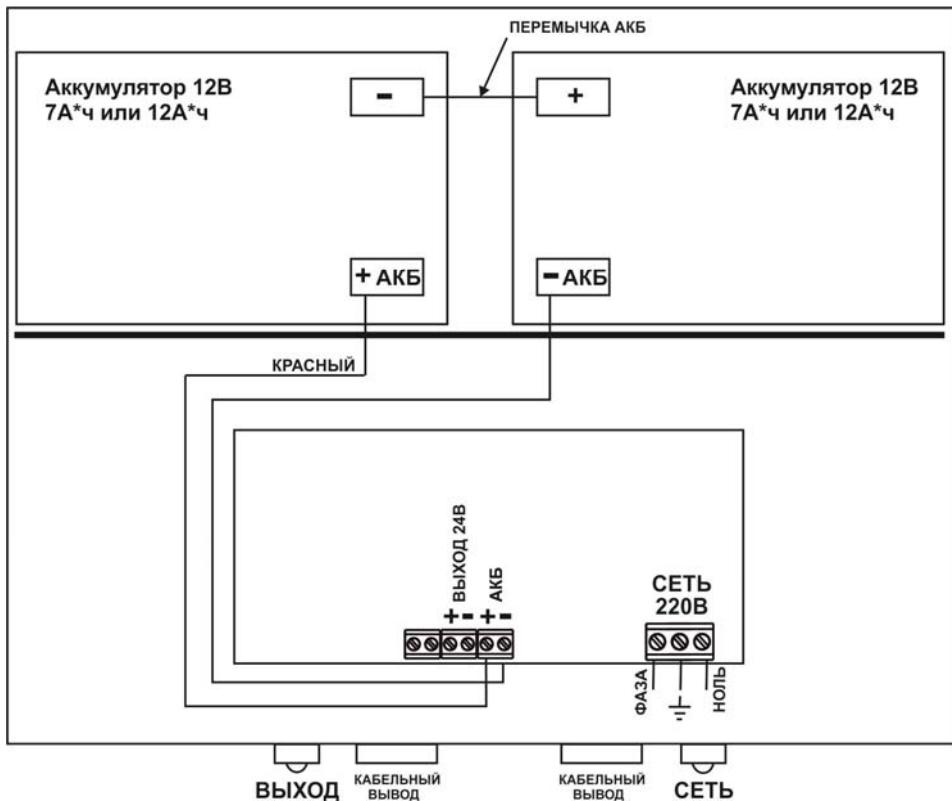

Рисунок 1. Вид источника с открытой крышкой (схема подключения)
Подвод соединительных линий осуществлять через кабельные вводы, которые расположены на нижней стенке корпуса (см. рисунок 1 Приложения).
Подключение источника производится при отключенном сетевом напряжении и открытой крышке (см. рисунок 1 Приложения) в следующей последовательности:
- подключить клеммы АКБ к колодке с учетом полярности (см. рисунок 1 Приложения);